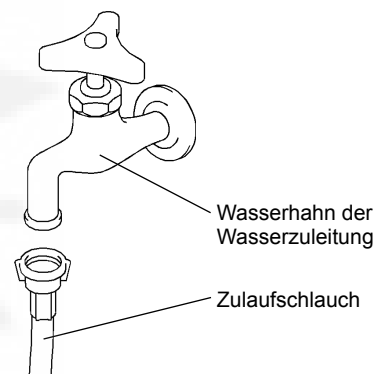

Abb. 4
- 1) Das andere Ende des Zulaufschlauches an das Absperrventil (Abb. 4) befestigen, dabei wie oben darauf achten, dass die Gummidichtung richtig liegt, und mit der Hand festziehen um eine leckdichte Verbindung herzustellen. Vorsichtshalber sollte das Absperrventil in Reichweite sein.